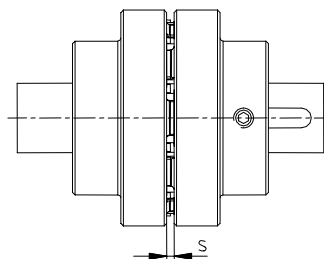

Fig. 19: Montaggio del giunto
- Spostare i gruppi di alimentazione nella direzione assiale fino a ottenere la dimensione *s* (vedere fig. 19).
- Se i gruppi di alimentazione sono già montati, il movimento assiale dei mozzi sugli alberi consente di regolare la dimensione *s* (vedere fig. 19).